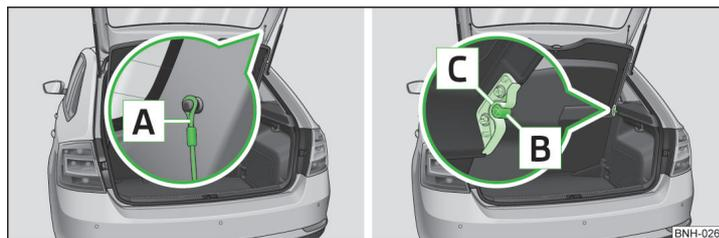

Abb. 77 Gepäckraumabdeckung befestigen
» Die Haltebänder **A** » Abb. 77 von der Gepäckraumklappe aushängen.
- Die Aufnahmen an der Abdeckung **[C]** » Abb. 77 über die Bolzen **[B]** an der Seitenverkleidung stellen.
- Die Aufnahmen der Abdeckung **[C]** » Abb. 77 müssen in den Bolzen der Seitenverkleidung **[B]** eingerastet sein.
- Sind die Haltebänder **[A]** » Abb. 77 an der Gepäckraumklappe eingehängt, dann wird beim Öffnen der Gepäckraumklappe die Gepäckraumabdeckung mit angehoben.